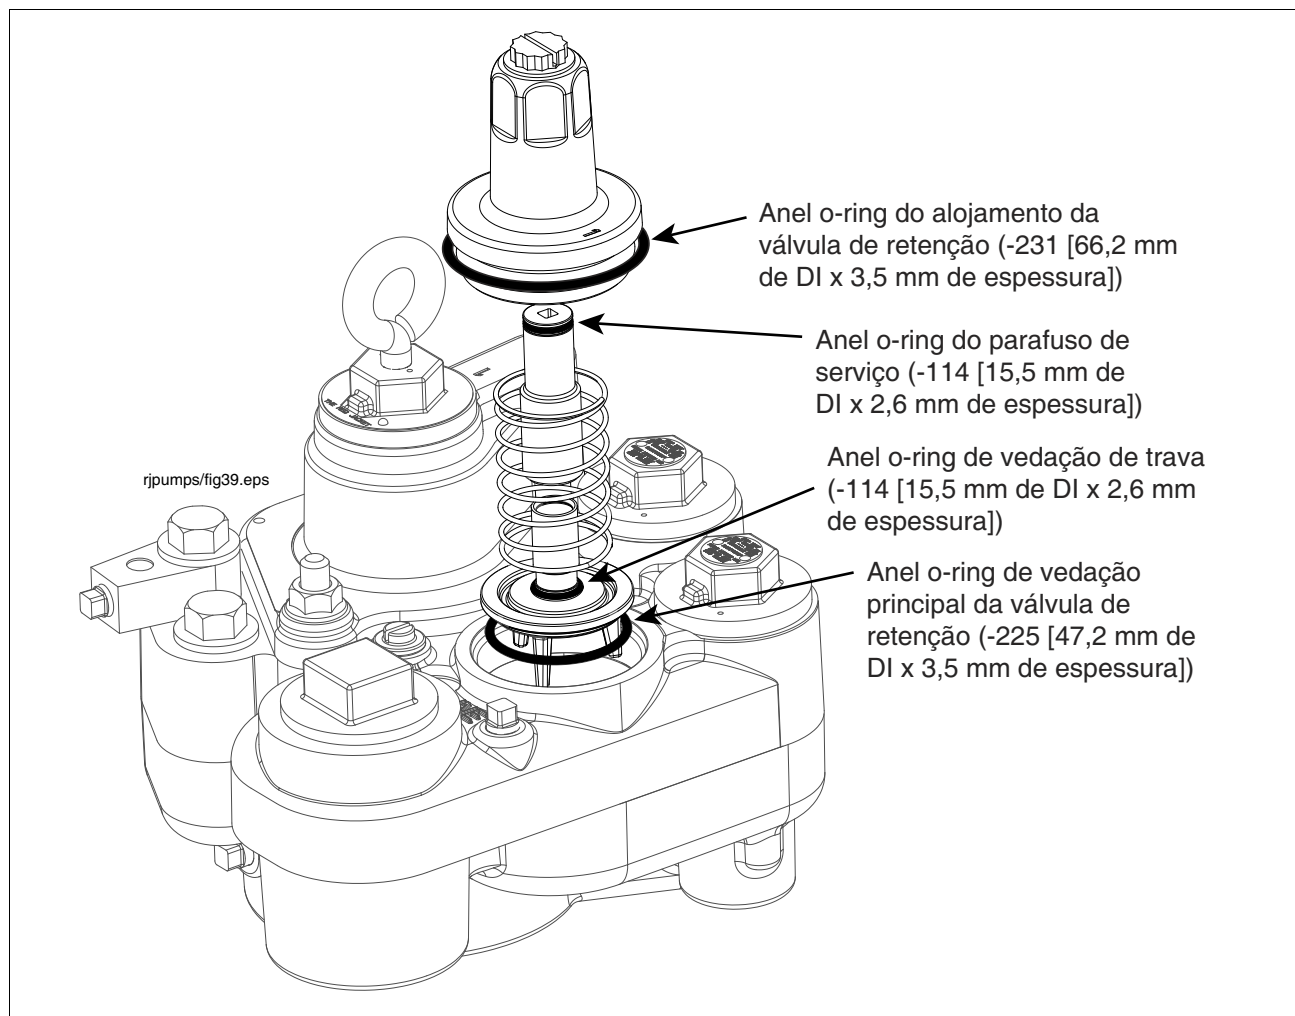

Figura 34. Inserção do conjunto de válvula de retenção na câmara
6. Com os anéis o-ring lubrificados em suas posições, insira a válvula de retenção no seu compartimento na câmara e coloque a nova mola sobre a válvula (ver Figura 34). Coloque o alojamento da válvula de retenção com o anel o-ring sobre a mola e a válvula e rosqueie-o manualmente. Ajuste o toque do alojamento de 54 a 67 Nm (40 a 50 pés/libra).
8. Gire o parafuso do purgador de ar 2 ou 3 voltas no sentido anti-horário (ver Figura 34).